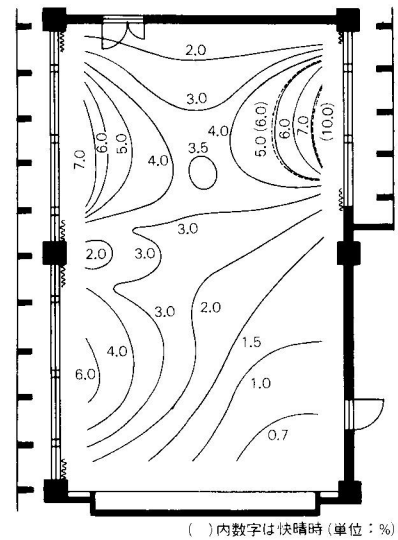

図2 昼光率分布の例
- ・レポート作成にあたっては、配付資料の68ページの6.2および6.3を参照。昼光率基準には、配付資料の59ページの表1-2、もしくは配付資料の64ページの表3.1.3などを用いる。あわせて、図2のような昼光率の分布図も描く。